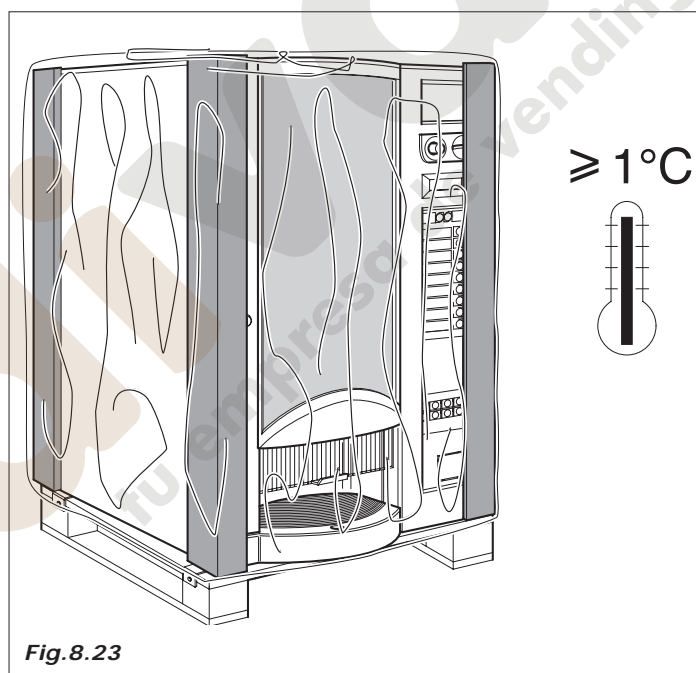

Fig.8.23
- Proteger el exterior con un film o bolsa de celofán (Fig.8.23)